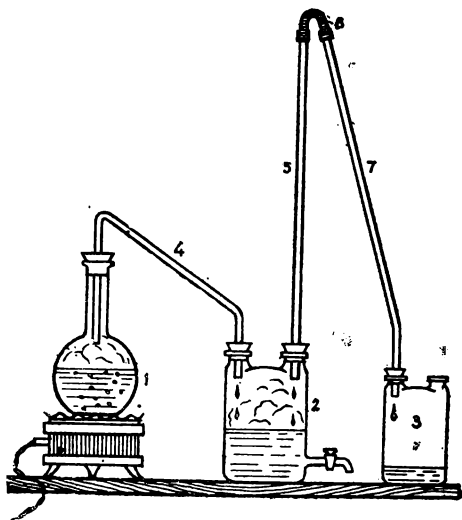

Рис. 4.
и стеклянных трубок (5, 7) (рис. 4). При достаточной длине трубки (5) (1 м) в ней происходит почти полная конденсация паров воды. Вода в колбу (1) наливается по мере надобности. Нагревают колбу на плитке. Колба соединяется с приемником (2) при помощи стеклянной трубки (4).